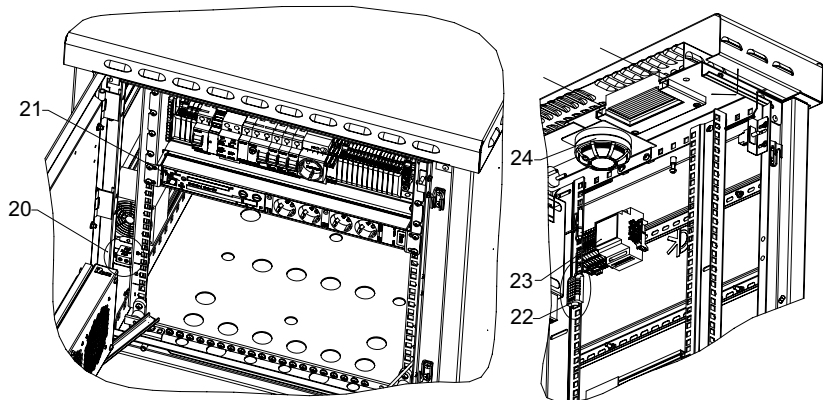

Рисунок 9. Контроллер МСх и датчики в шкафах ШТВ-1 и ШТВ-2
- контроллер А2 (поз.21, рис. 9);
- модуль управления микроклиматом Rem R-МСх-DMTH (А1) (поз. 23, рис. 9, только в шкафах с исп. Т1 вместо биметаллического термостата);
- извещатель пожарный дымовой BL1 (поз. 24, рис. 9);
- датчик влажности и температуры цифровой ВК1 (поз. 22, рис. 9);
- датчик протечки воды SL1 (поз. 20, рис. 9).